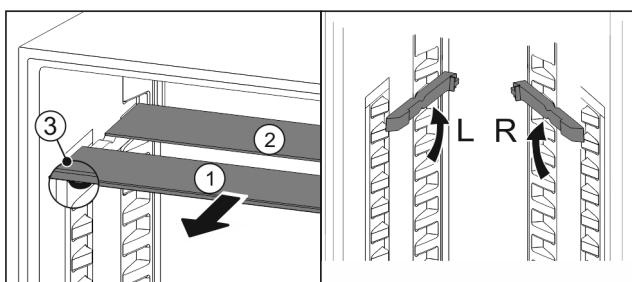

Fig. 57
- ▶ Skleněné desky jednotlivě vytáhněte dopředu Fig. 57 (1).
- ▷ Skleněná deska Fig. 57 (1) s ozdobnou lištou leží vpředu.
- ▷ Zářázky Fig. 57 (3) směřují dolů.